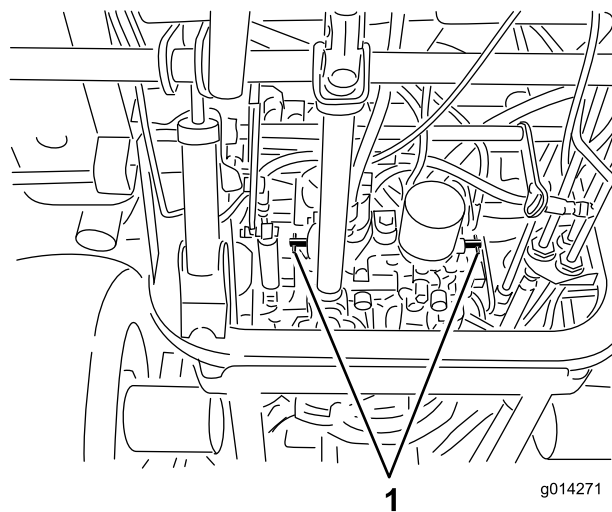

图22
4. 将各个旁通阀分别逆时针旋转1圈图22。
1. 将各个旁通阀分别顺时针旋转1圈并用手拧紧图22。
2. 如图22所示上紧阀门扭矩至约8N·m。